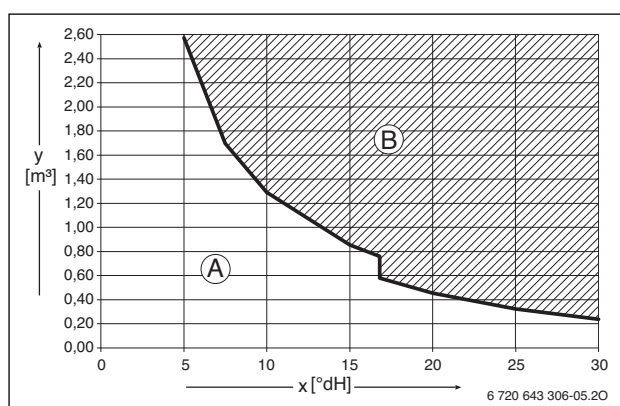

Bild 17 Anforderungen an Füll- und Ergänzungswasser Geräte < 50 kW
- ▶ Füll- und Ergänzungswasser entsprechend den Vorgaben in Bild 17 aufbereiten.